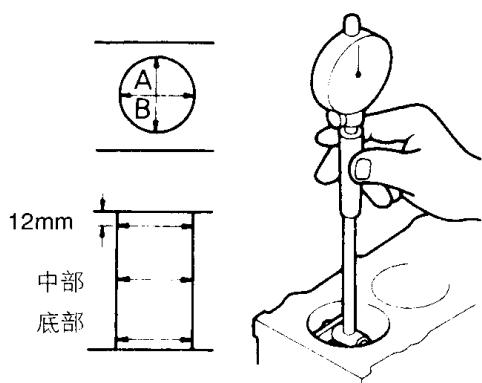

图 2-118 测量气缸内径和圆柱度
(3) 如果变形已超过极限值，则在可允许的极限值之内进行修整或更换。气缸体磨削极限值为 0.2mm。气缸体和所配合的气缸盖上允许磨削的最大总厚度为 0.2mm，气缸体高度（新件）为 284mm。
(4) 检查气缸壁有无刮痕和拉缸痕迹。如果问题明显应进行修整（镗磨到加大尺寸）或更换。
(5) 如图 2-118 所示，用量缸表测量气缸内径和圆柱度。气缸内径标准值为 85.00~85.03mm，圆柱度为 0.01mm。如果磨损严重，应修整气缸至加大尺寸并更换活塞和活塞环。